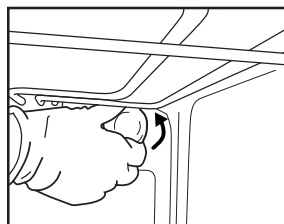

Рис. 6
2. Отверните крышку лампы (Рис. 6), замените лампу (тип лампы см. в примечании) и приверните крышку лампы на место.